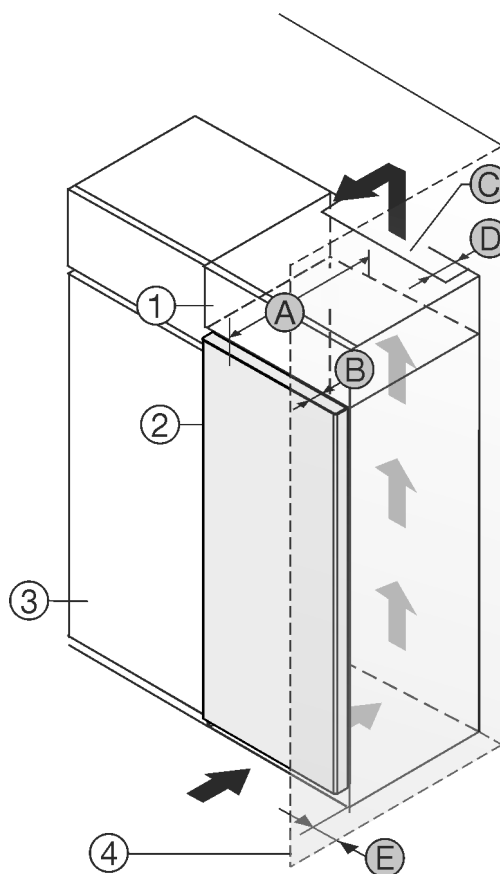

Fig. 1
Ви можете встановити пристрій безпосередньо поряд із кухонною шафою Fig. 1 (3)*.
Зі зворотного боку шафи для встановлення на пристрої слід передбачити вентиляційну шафу завглибшки Fig. 1 (D) на всю ширину цієї шафи.*
Слід дотримуватись вентиляційного отвору Fig. 1 (C) в стелі приміщення.*
Якщо пристрій із шарнірами встановлюється поряд зі стіною Fig. 1 (4), відстань між пристроєм і стіною повинна бути не менше 13 мм.*
Щоб мати можливість повністю відкривати дверцята, потрібно, щоб пристрій виступав на відстань глибини дверцят Fig. 1 (B) відносно передньої панелі кухонної шафи. Залежно від глибини кухонних шаф Fig. 1 (3) та використання пристінних розпірок пристрій може ще більше виступати вперед.*